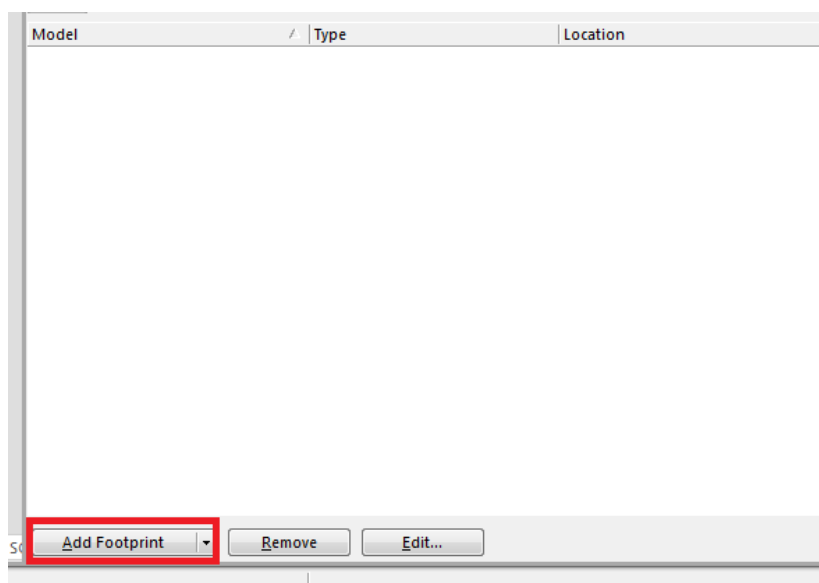

Рис. 3.24
2) Натисніть кнопку **Add Footprint**(Рис. 3.24).